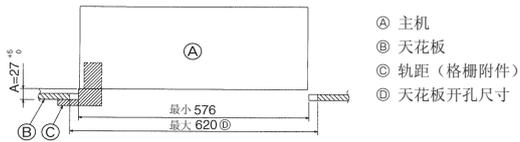

Fig. 2-6
- 若主机无法对准天花板的安装孔，可用固定板上的滑槽调校。（Fig. 2-6）